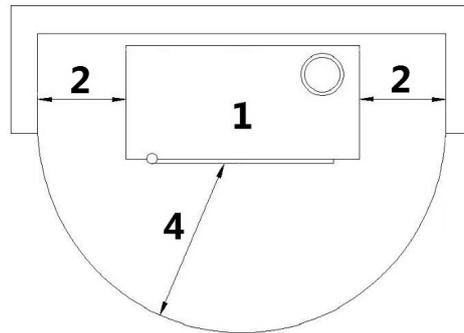

Fig. 28 - Installation murale
LÉGENDE	Fig. 28
- Il est obligatoire d'installer le poêle éloigné des murs et/ou meubles, avec un écart minimum de 300 mm aux côtés, afin de permettre un refroidissement efficace de l'appareil et une bonne distribution de la chaleur dans l'ambiance (voir Fig. 28).